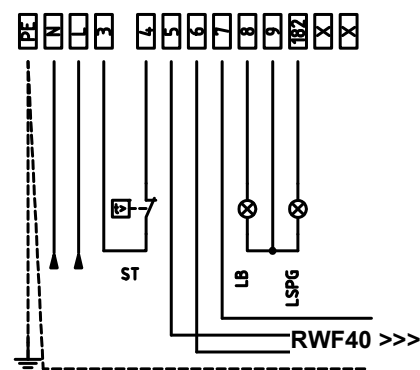

Рис. 29: Модулирующие горелки
3). В случае с модулирующими горелками, клеммы 5,6 и 7 клеммника MA горелки уже подсоединены с модулирующему регулятору (мод. RWF 40). С электрошита выходит 4-х полюсная вилка, предназначенная для подключения датчика температуры или давления (см. Рис. 29)